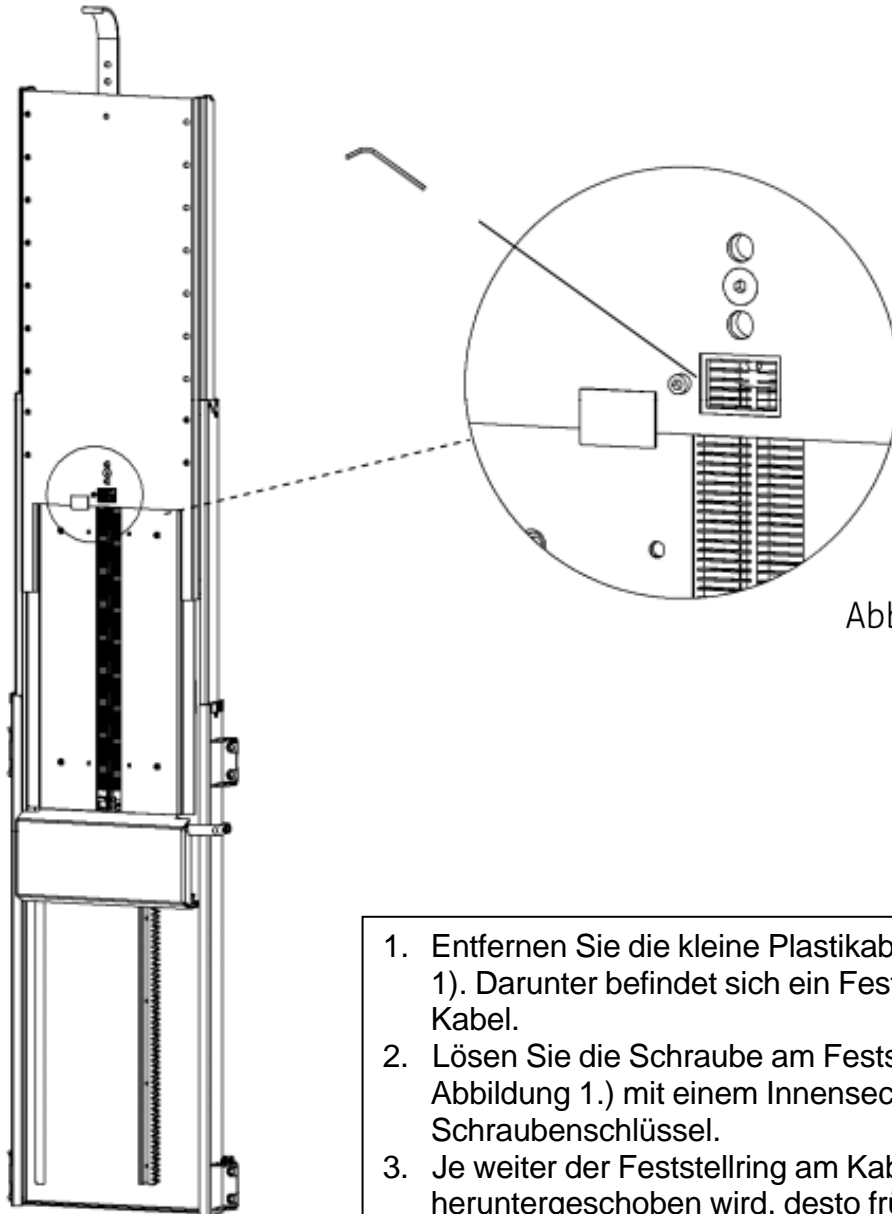

Abb. 1
1. Entfernen Sie die kleine Plastikabdeckung (siehe Abb. 1). Darunter befindet sich ein Feststerring an einem Kabel.
2. Lösen Sie die Schraube am Feststerring (siehe Abbildung 1.) mit einem Innensechskant Schraubenschlüssel.